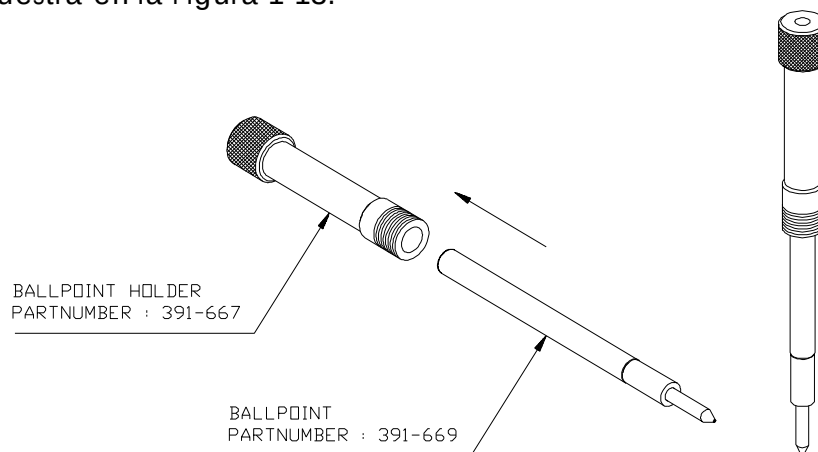

FIGURA 1-13 :
3. Inserte el soporte del bolígrafo en el hueco de la herramienta, tal como se muestra en la Figura 1-13.